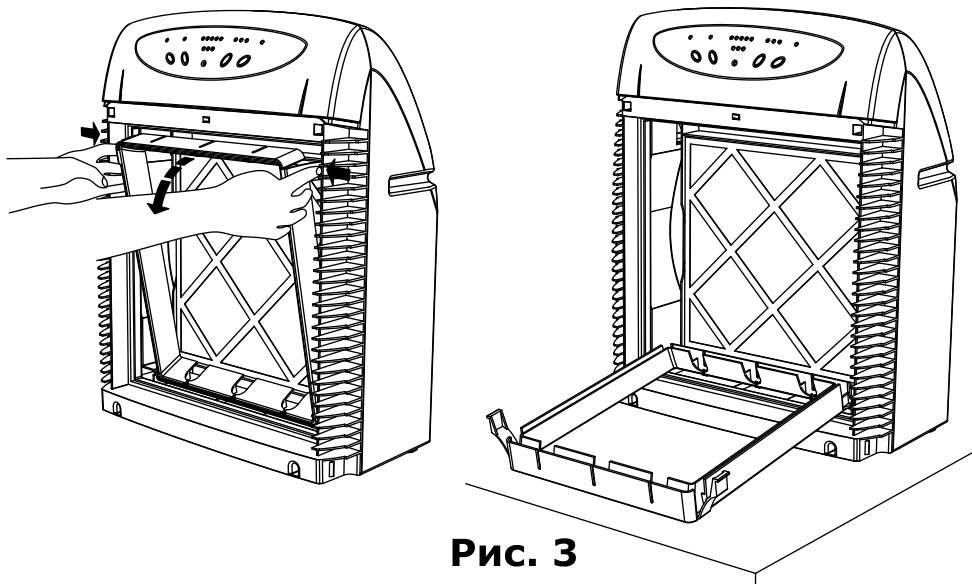

Рис. 3
5. Извлеките упаковку с тремя ультрафиолетовыми лампами. Указательными пальцами обеих рук легко нажмите на защелки слева и справа в верхней части лампового блока до выведения их из зацепления с корпусом прибора (рис.3) и, потянув на себя, аккуратно опустите ламповый блок на горизонтальную поверхность.